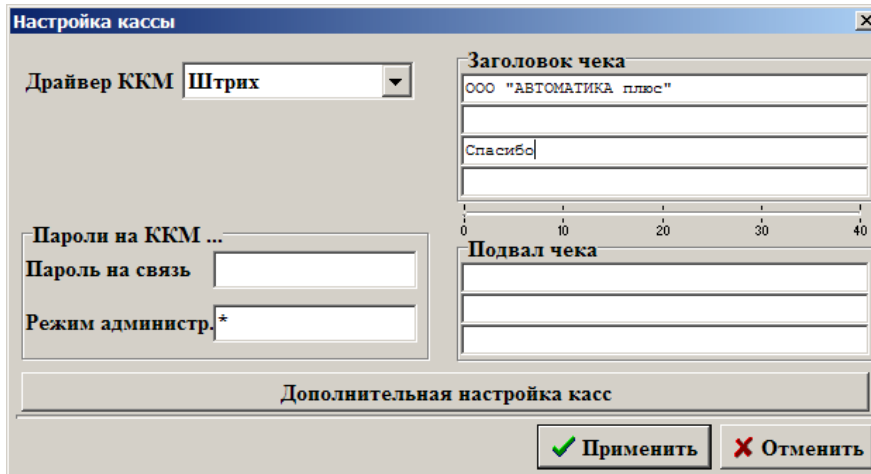

Рис. 11
2) При создании объекта «ККМ» на экране появится окно «Настройка кассы» (рис.11), в котором задайте: